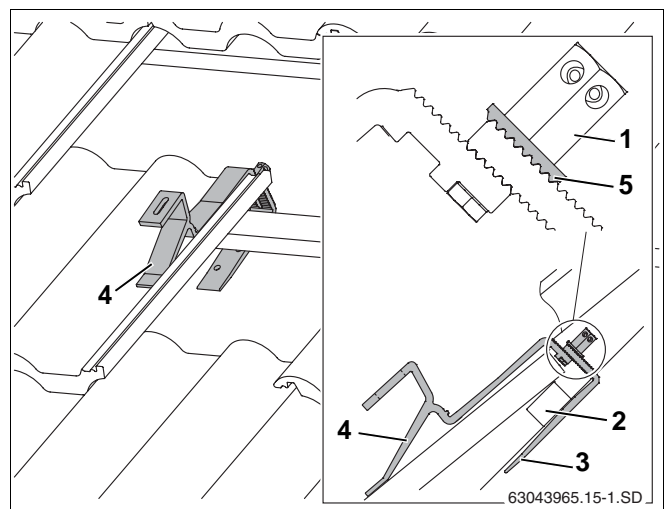

Bild 13 Monterad takhake (några pannor visas inte för tydlighetens skull)
i en grop på takpannan (bild 13, **pos. 4**).
- Skjut upp takhakens nedre del (bild 13, **pos. 3**)
tills den ligger an mot takregeln (bild 13, **pos. 2**).
- Dra åt den långa sexkantsmuttern (bild 13,
Den tandade brickan (bild 13, **pos. 5**)